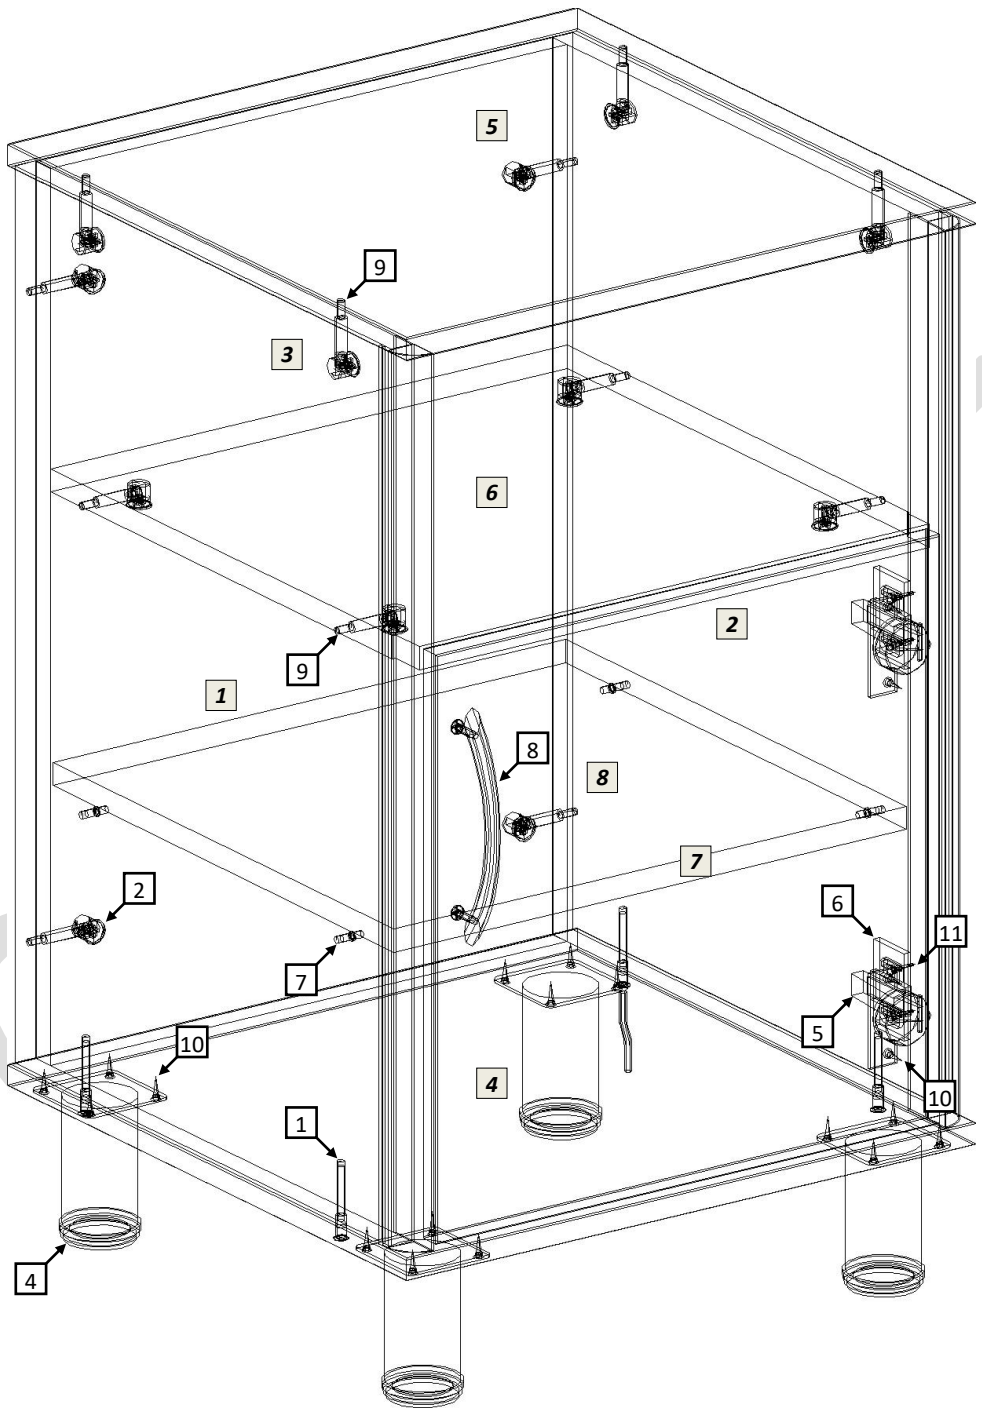

рис.1
- 4.1 Распаковав тумбу, внимательно ознакомьтесь со схемой сборки, изображённой на рис.1. Согласно комплектовочной ведомости и позициям на схеме определите расположение деталей в изделии и порядок их сборки. Сборка производится на ровном полу, укрытом материалом, предотвращающим повреждение покрытия пола и деталей мебели. Подготовьте необходимые для сборки инструменты – плоскую и крестовую отвёртки, молоток, рулетку или линейку, шуруповёрт.